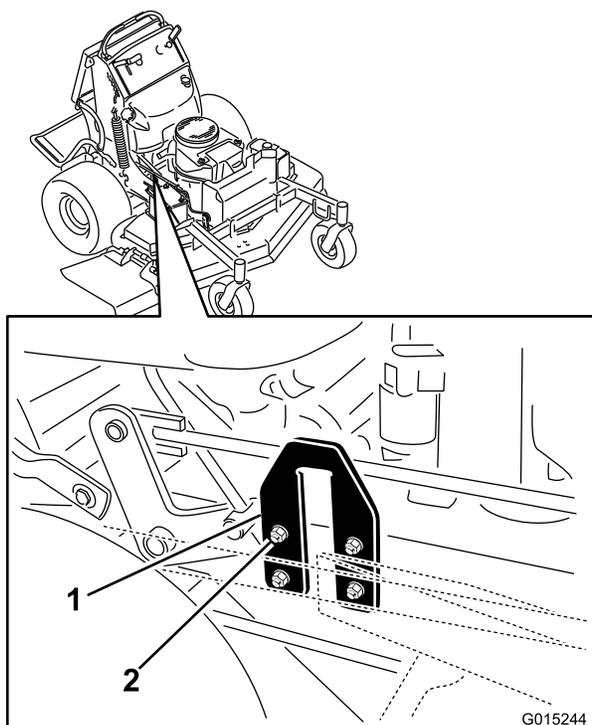

Figura 84
- Localize as placas em U na plataforma do lado do motor (Figura 84).
- Desaperte a placa em U num dos lados e ajuste-a para cima ou para baixo de forma a que a diferença entre as medidas B e C não seja superior a 6 mm (Figura 84).